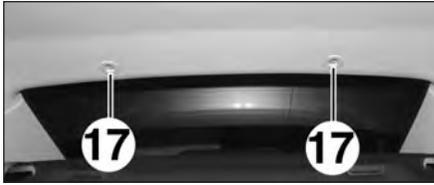

FIG.70
- les crochets (17) de store arrière (Fig.70),